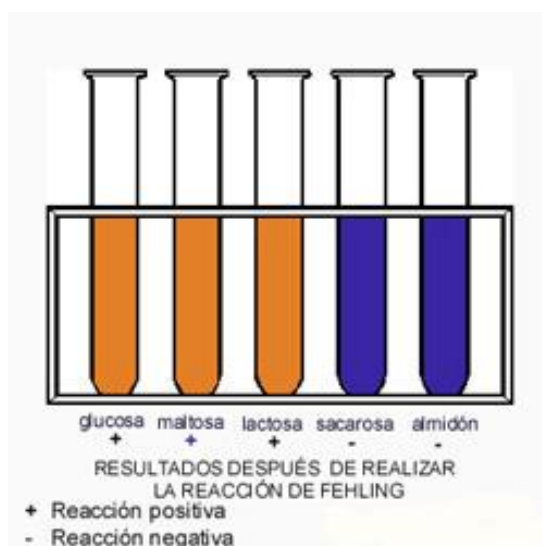

Figura 3
- ❖ Después de calentar observar los resultados. Figura 3.